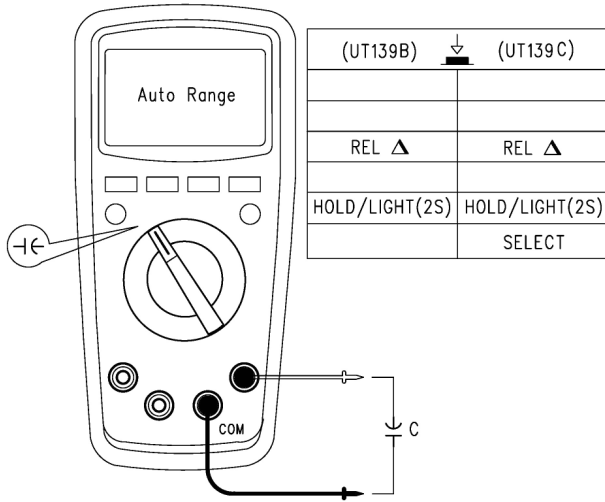

Рисунок 7
**9.5. Измерение емкости (доступно только в моделях UT139B/C) (см. рисунок 7)**